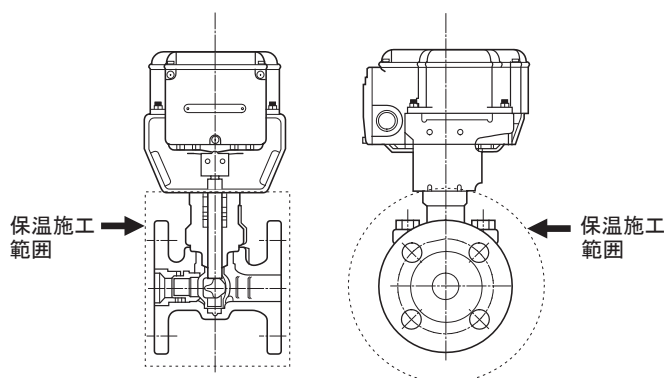

図10 保温施工
- 保温施工は、『図10 保温施工』の [ ] の範囲内で処理してください。